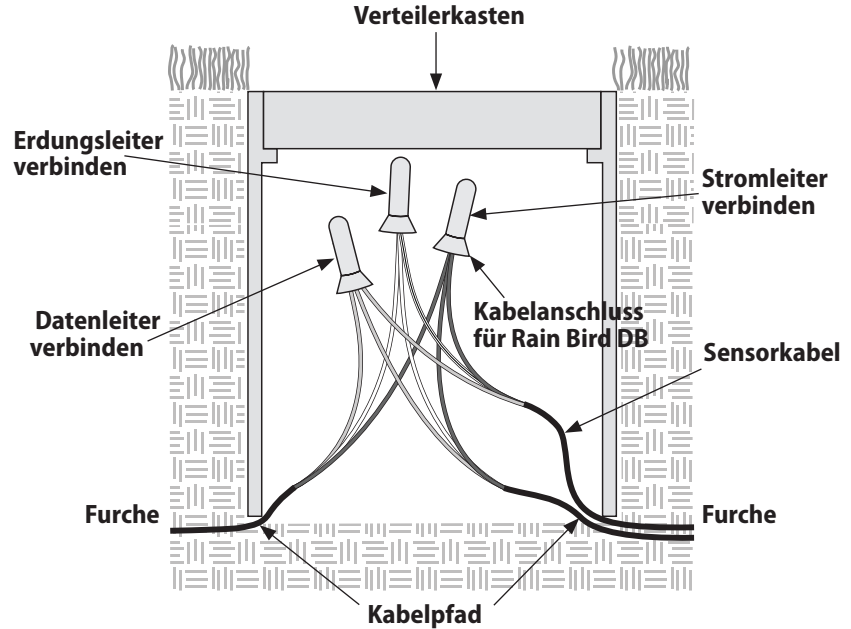

Abbildung 11 - Diagramm: Kabelverlegung im Verteilerkasten
- 1 Suchen und kennzeichnen Sie bei jedem Verteilerkasten den Kabelpfad und das Sensorkabel (siehe Abbildung 11).